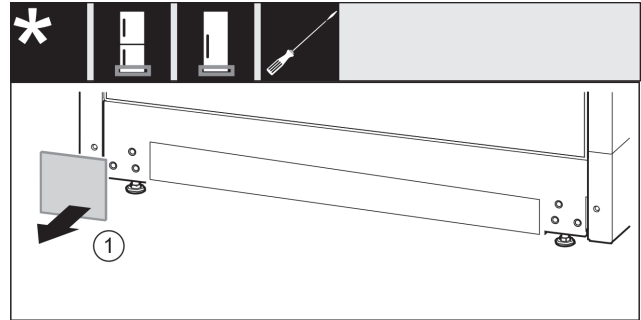

Fig. 35
- ▶ Afdekking verwijderen. Fig. 35 (1)